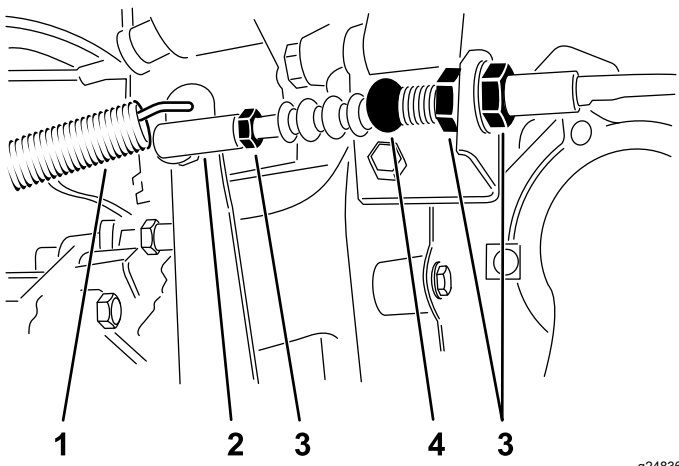

图 61
- 1. 拧松将离合器拉索固定到钟形外壳支架的锁紧螺母图 61。